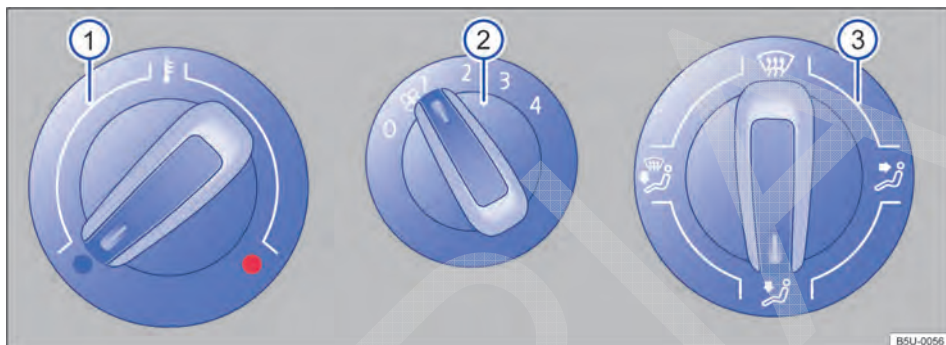
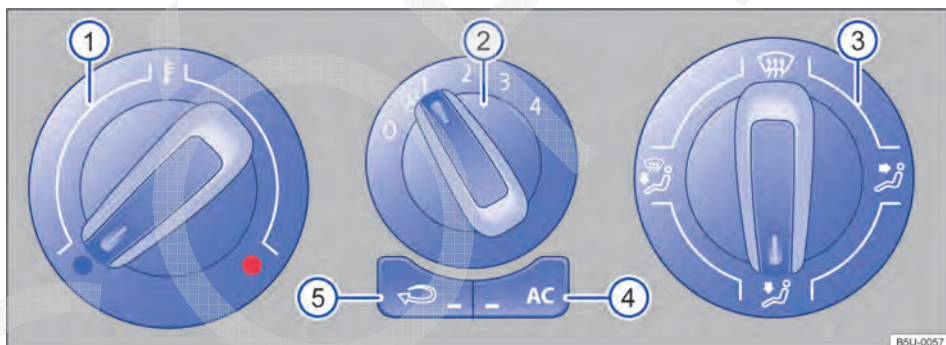

Fig. 119 No console central: comandos do sistema de ventilação e aquecimento
Fig. 120 No console central: comandos do ar-condicionado.
Botão, regulador	Informações complementares do sistema de ventilação e aquecimento ⇒ Fig. 119 e ar-condicionado ⇒ Fig. 120.
- Em veículos com sistema de aquecimento, colocar o regulador da temperatura ⇒ Fig. 119 ① totalmente para a direita, para a posição máxima de aquecimento.
- Colocar o regulador de distribuição de ar ③ na posição .
- Colocar o ventilador ② no nível 3 ou 4.
- Colocar o regulador da distribuição de ar ⇒ Fig. 120 ③ para a posição ☐.
- Colocar o regulador da temperatura ① na posição desejada.